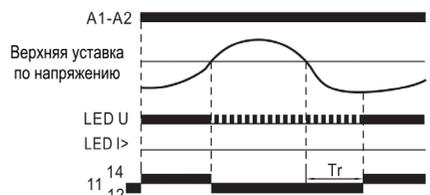

Рис. 5 – Защита от перегрузки (повышенное напряжение)
2. Защита от перегрузки по напряжению (рис. 5).